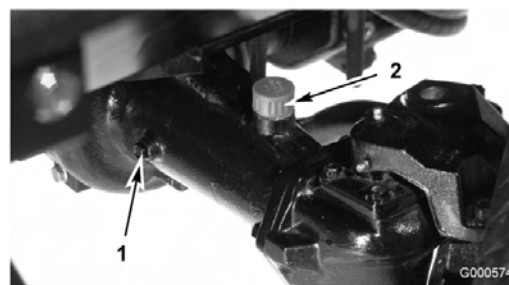

Figura 45
2. Retire un tapón de verificación de un extremo del eje (Figura 45) y asegúrese de que el lubricante llega al borde inferior del orificio. Si el nivel es bajo, retire el tapón de llenado (Figura 45) y añada suficiente lubricante para que el nivel llegue al borde inferior de los orificios de los tapones de verificación.